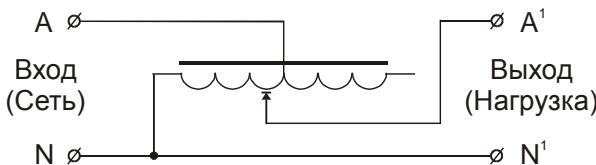

Рис.1 Схема включения автотрансформатора
Регулирования напряжения в широких пределах при определенной мощности нагрузки обеспечивается изменением коэффициента трансформации. Это осуществляется за счет перемещения контакта подключения нагрузки по обмотке автотрансформатора (см. рис.1).
**Внимание!** Запрещается подключать изделие по любой другой схеме, отличной от указанной на рис.1.